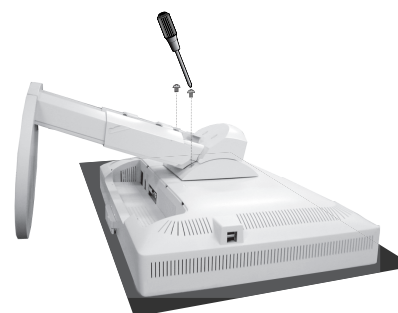

Abbildung S.3
3. Legen Sie den Monitor mit der Vorderseite nach unten auf eine weiche Oberfläche (**Abbildung S.3**).
4. Entfernen Sie die beiden Schrauben, mit denen der Fuß am Monitor befestigt ist (**Abbildung S.3**).